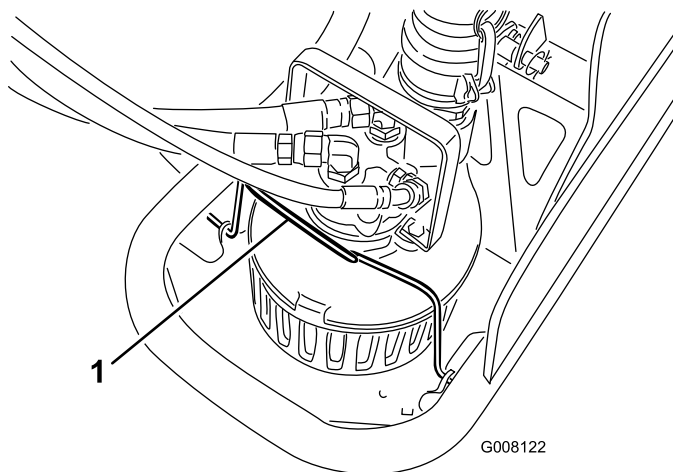

Figura 14
4. Gire hacia adelante la abrazadera la bomba (Figura 14).
14. Gire la abrazadera de la bomba hacia atrás, sobre la bomba (Figura 14).